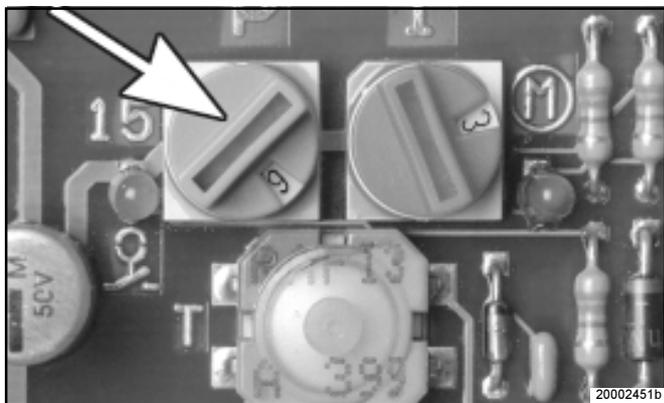

Fig. 8: Commutateur rotatif, temps de pause
- Lorsque le contact de la machine ou l'interrupteur d'allumage est mis hors circuit, les temps de travail qui sont déjà écoulés sont mémorisés et additionnés jusqu'à ce que la durée réglée sur le commutateur rotatif rouge soit atteinte (voir Fig. 8). Ensuite, le cycle de graissage recommence.